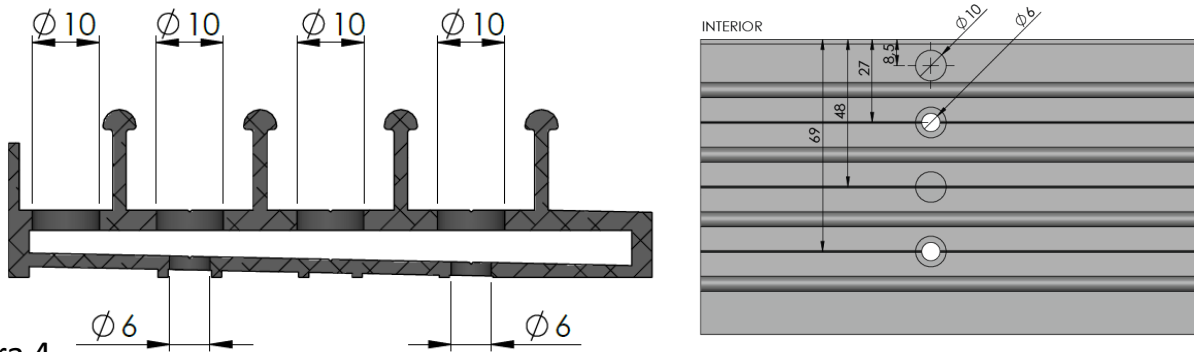

Figura 4
- Mecanizado carril inferior 4 raíles (Figura 4)